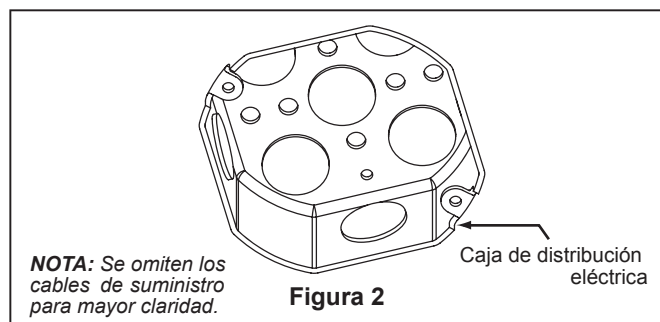

Figura 2
### Caja profunda (Figura 2)
Es fundamental que la caja de distribución eléctrica y los tornillos estén bien asegurados a la estructura armada y que sean capaces de soportar una carga de, al menos, 15,9 kg (35 lb). Si los tornillos no están correctamente colocados, el ventilador podría caerse. (Figura 2)
1. Ajuste bien la caja de conexiones del techo apta para soporte de ventilador en la estructura armada. Caja de conexión no se suministra con el ventilador. (Figura 2)